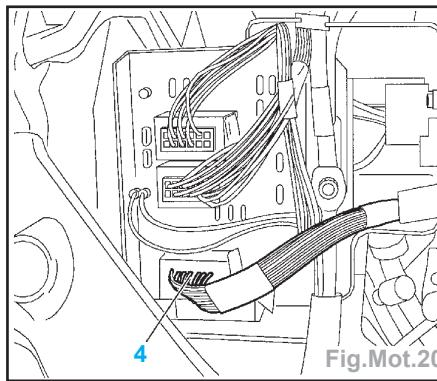

Fig.Mot.20
- Déclipper le connecteur (4) du boîtier servitude moteur, situé à proximité du phare avant droit (Fig.Mot.20).